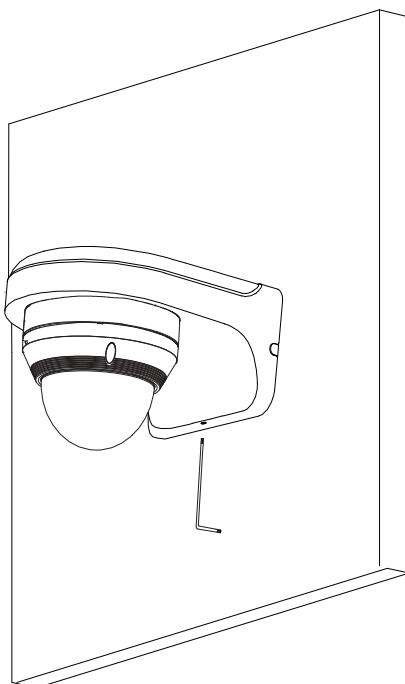

Рисунок 4.6 – Монтаж
13. С помощью ключа S3.0 «Шестигранник» из комплекта поставки кронштейна затяните фиксирующий винт для полной фиксации (Рисунок 4.6).